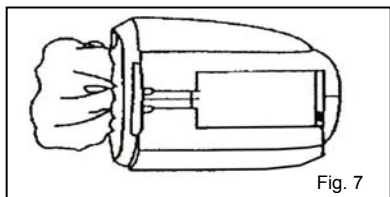

Fig. 7
3. Retirez le filtre de coupelle à poussière. (Fig. 7)